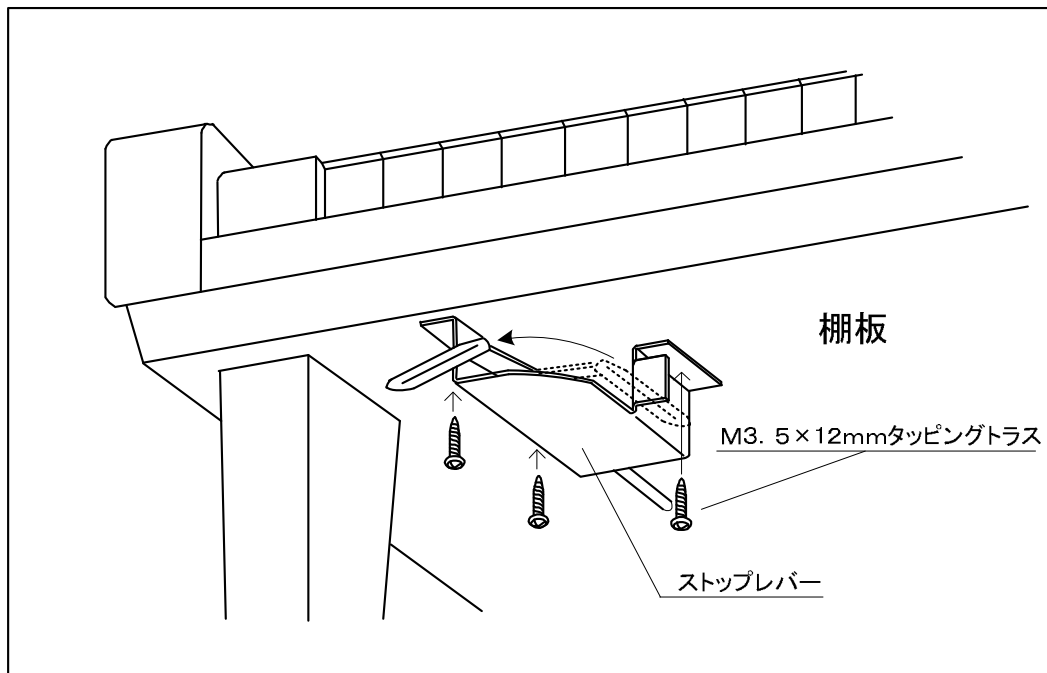

図3.5-2 ストップレバー取り付け位置
- (1) ワイヤーを下前側より棚板の奥へ通して、低音部ブラケットの左横に廻す。
- (2) 図3.5-2の様に棚板の左側下前方にストップレバーを取り付ける。